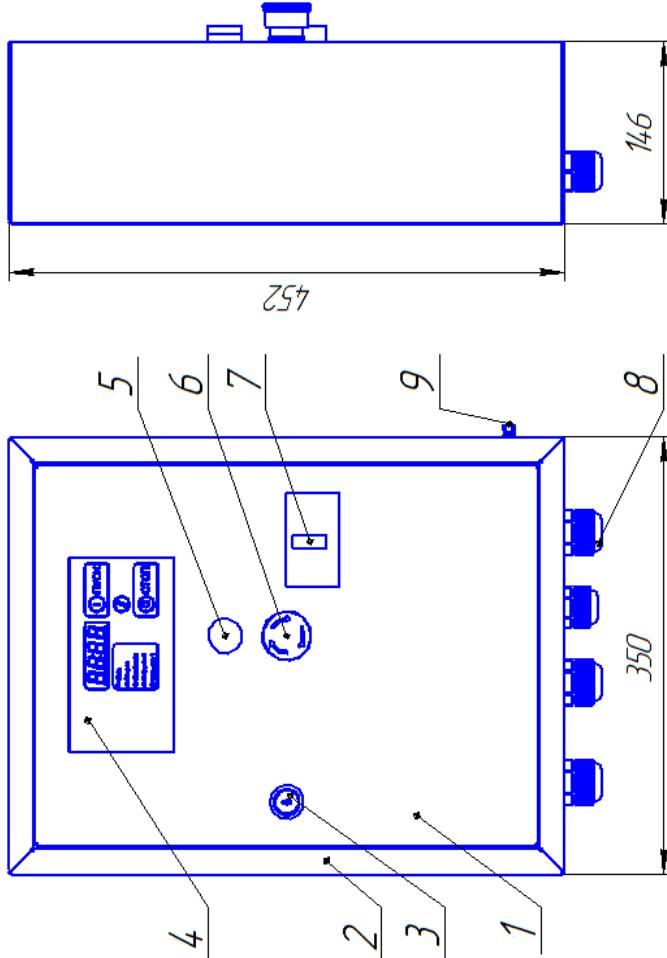

Рисунок 1 – Шкаф управления мод. BKPK-7,5x2
4.1 Шкаф управления (рисунок 1) состоит из корпуса 2, дверцы 1 с установленными на ней элементами управления: контроллера 4 (с наличием дисплея и светодиодных индикаторов), лампочки подачи напряжения «СЕТЬ» 5, кнопки AE-22 «Грибок» с фиксацией красный 6, автоматического выключателя 7.